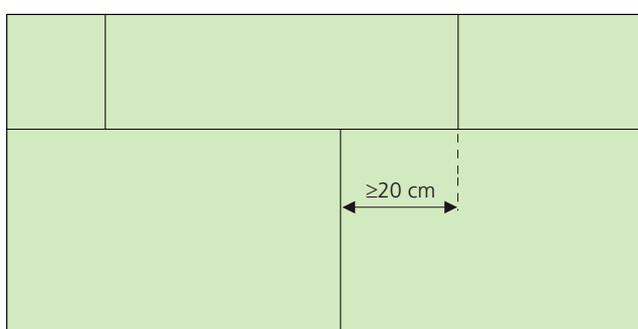

Abb. 4 Überbindemaß bei der Verlegung
- Kleinformatige Platten sind im Verbund mit einem Versatz von mind. 20 cm zu verlegen (Abb. 4).